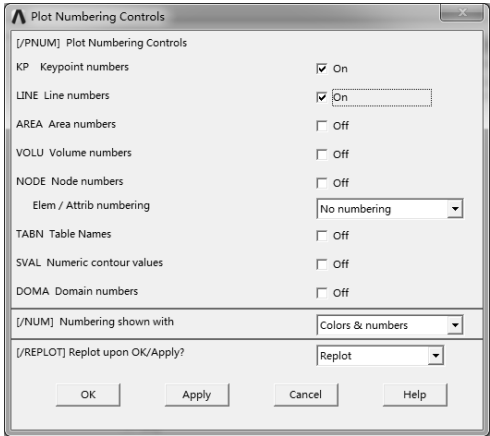

图 7-44 绘制的线
5) 重复上述步骤分别创建线，即分别连接关键点 2 和 3，3 和 4，4 和 5，5 和 6，6 和 7，7 和 8，8 和 9，9 和 10，10 和 11，11 和 12，12 和 1，如图 7-44 所示。
6) 选择“Utility Menu>PlotCtrls>Numbering”命令，弹出“Plot Numbering Controls”对话框，勾选“Line numbers”选项，单击“OK”按钮，如图 7-44 所示。